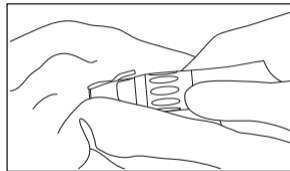

Abb. 12
2) Reinigen Sie die Ummantelung des Handstücks mit einem Tuch, das mit einem Desinfektionsmittel oder 60-90 prozentigem Äthanol befeuchtet wurde (Abb. 12).